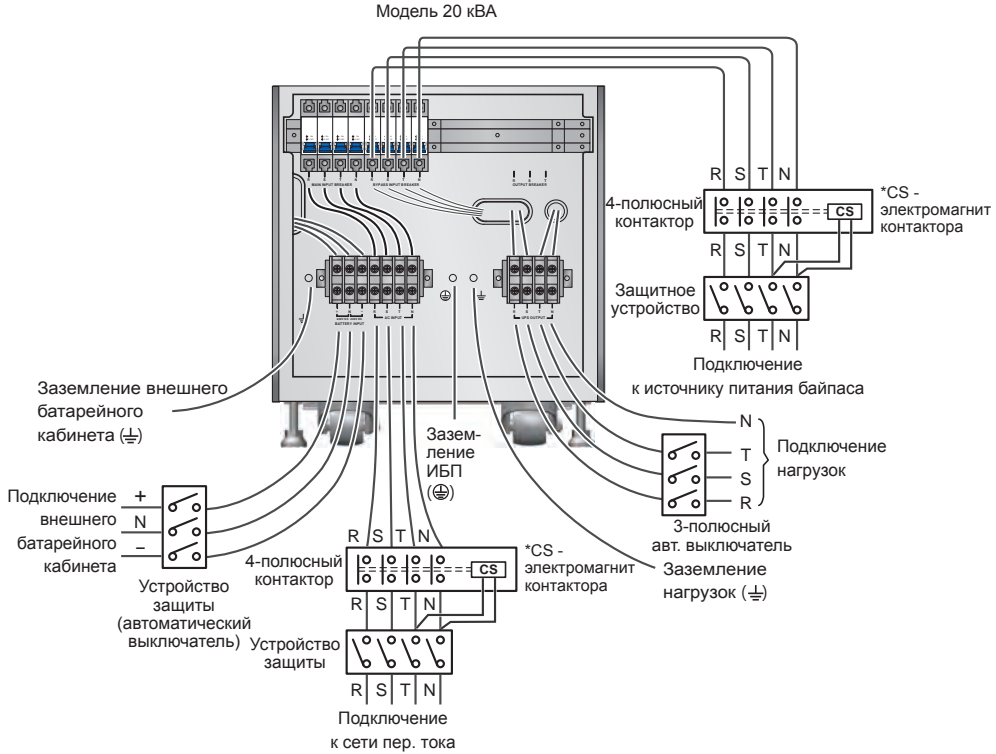

Рис. 6-11. Схема подключения I одиночного ИБП 20 кВА в конфигурации с двумя входами)
- 3) Подключите кабели электросети, нагрузок и внешнего батарейного кабинета к блоку зажимов (см. **рис. 6-11~6-14, 6-16**).